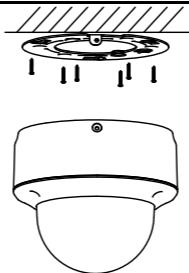

图2-17 固定安装底盘
3. 安装摄像机：用螺丝将摄像机安装底盘固定在天花板上。将半球上的豁口对齐底盘上的卡口后逆时针旋转半球固定到底盘上，并用固定螺丝锁紧，如图 2-17 所示。